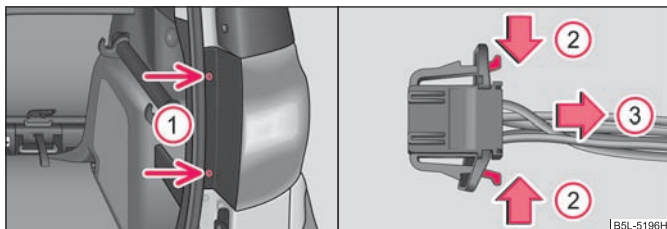

Fig. 194 Demontarea unității optice spate / Decuplarea contactului electric
- Cu ajutorul unei chei Torx din trusa de scule deșurubați lampa. Partea mai scurtă a cheii servește la desfăcerea șuruburilor, iar partea mai lungă, la deșurubarea completă ① ⇒ fig. 194.
- Prin apăsarea elementelor de fixare în sensul indicat de săgeata ② și prin tragere în sensul indicat de săgeata ③ ⇒ fig. 194, decuplați mufa electrică. ■
- Înșurubați lampa ⇒ fig. 194 - stânga.